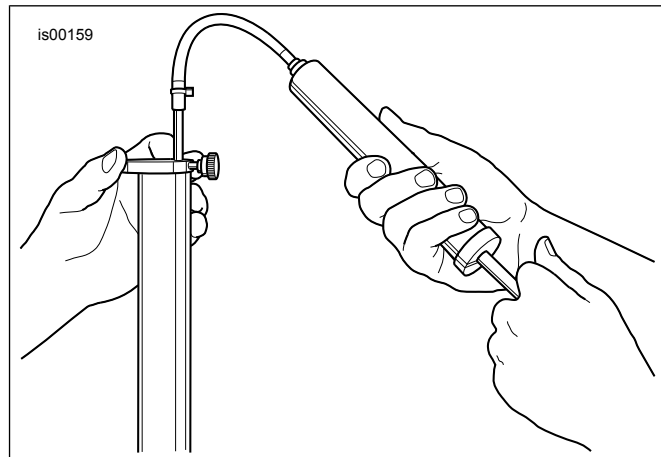

Figura 8. Neħhi ż-Żejt tal-Furketta ż-Żejjed (HD-59000B)
- a. Figura 8 Ikseb Gejg tal-Livell taż-Żejt tal-Furketta ta' Quddiem (HD-59000B).